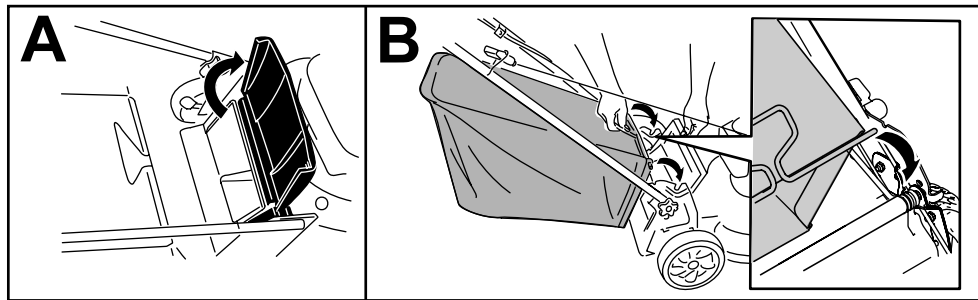

Figure 15
1. Soulevez le déflecteur arrière et maintenez-le dans cette position (A de Figure 15).
2. Installez le bac à herbe en veillant à insérer les ergots dans les crans du guidon (B de Figure 15).